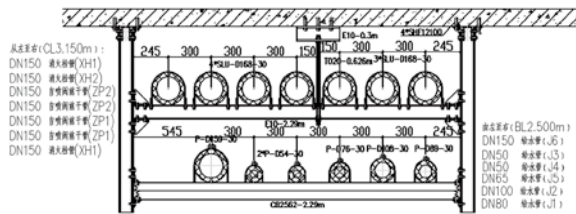

图3 支吊架计算图
综合支架的安装形式和间距确定后, 应按照管线重量核算支架的受力情况, 支吊架计算见图3。
(1) 适用范围:该防护套适用于桥架进配电箱柜的安装。
(2) 工艺流程:根据配电箱柜上口,所进桥架的规格型号——订制防护套——螺栓孔与桥架配套。
d.桥架与防护套安装:将桥架从防护套的上口插入(防护套内侧)。桥架终端开孔处于防护套开孔处对齐,用桥架专用螺栓固定,螺帽朝外。详见图3。